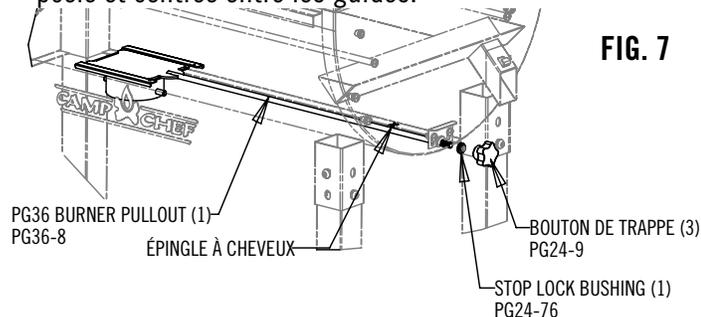

FIG. 7
1. Assemblez le retrait du brûleur tel qu'illustré en faisant glisser la tige à travers le trou du bas sur le côté droit de la grille comme indiqué sur la Fig. 7. La plaque de retrait du brûleur doit être centrée sur le trou dans le bas du poêle et centrée entre les guides.